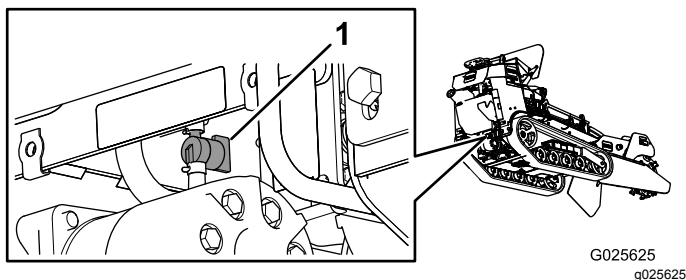

Bild 41
4. Schließen Sie den Kraftstoffhahn (Bild 41).
5. Drücken Sie die Enden der Schlauchklemme an der Motorseite des Kraftstoffhahns zusammen und schieben Sie ihn an der Kraftstoffleitung vom Ventil weg (Bild 41).
6. Ziehen Sie die Kraftstoffleitung vom Ventil (Bild 41).